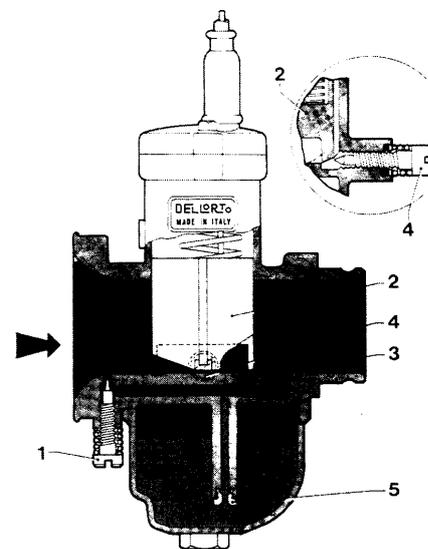

Bild 19
Bild 19 zeigt den Gasschieber (2) in der Leerlaufposition, eingestellt durch die Leerlaufeinstellschraube (4).